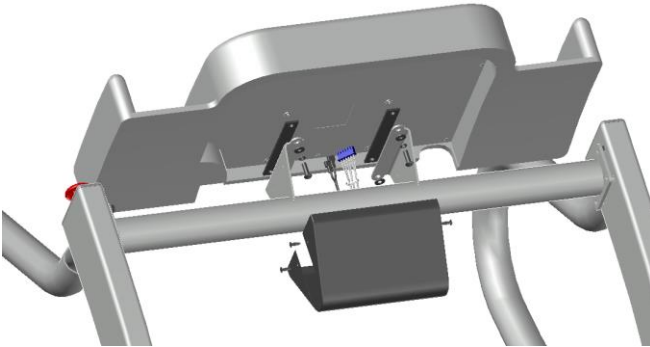

Figura 5-2
3. Figura 5-2 prezintă componentele de montare incluse odată cu expediția benzii de alergare. Kitul conține:
- (4) ¼-20 șuruburi